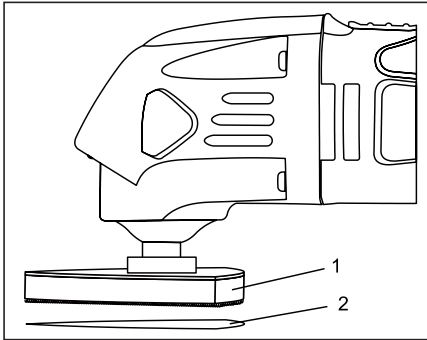
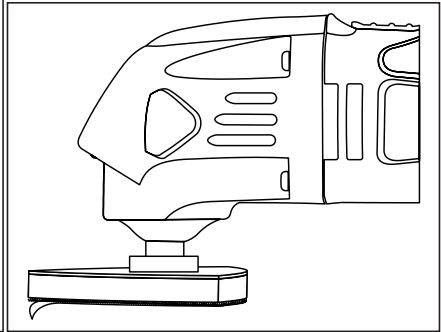

Fig. 3
Fig. 4
1. Instalați pad șlefuire (1) de pe instrumentul (Fig. 3).
2. Se apasă ferm pe piele (2) pe substrat.
3. Pentru a elimina șmirghel, doar coaja de pe hârtia de șlefuit de la pad Velcro (Fig. 4).